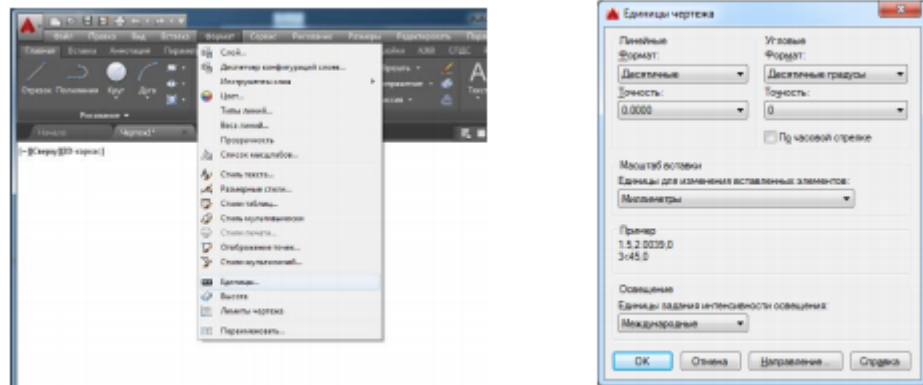

Рис. 1
2. Вызовите из меню пункт Формат ⇒ Единицы... Откроется диалоговое окно "Единицы чертежа" (рис. 1). Выберите единицы измерения – "Десятичные", "Точность" – 2 знака после запятой (обычно этого достаточно). - Единицы измерения углов – десятичные градусы, точность – целые. - "Направление" – Восток; - Направление отсчета – по умолчанию против часовой стрелки; - Установите лимиты чертежа Формат ⇒ Лимиты чертежа – (210 по оси X и 297 по оси Y – формат А4).